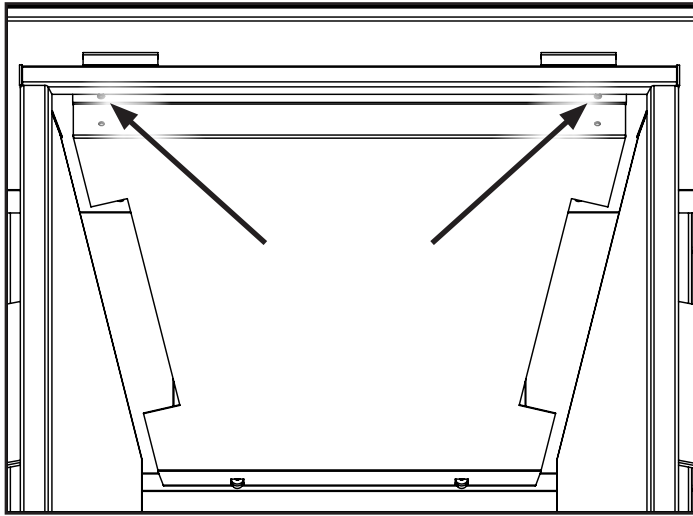

Figure 65: Vis de déflecteur
2. Retirez le déflecteur du foyer en dévissant les deux vis indiquées à la figure 65 à l'aide d'un tournevis T20. Abaissez l'avant du déflecteur, puis soulevez-le pour le retirer des deux vis de positionnement à l'arrière du foyer.
3. Ensuite, retirez les supports de retenue supérieurs de chaque côté comme indiqué sur la Figure 65 à l'aide d'un tournevis T20.